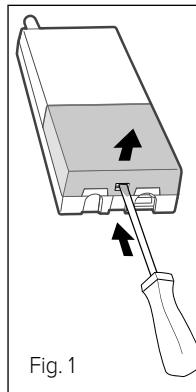

Fig. 1
- Ouvrir le couvercle en exerçant une légère pression sur la languette au bas du répéiteur (Fig. 1).